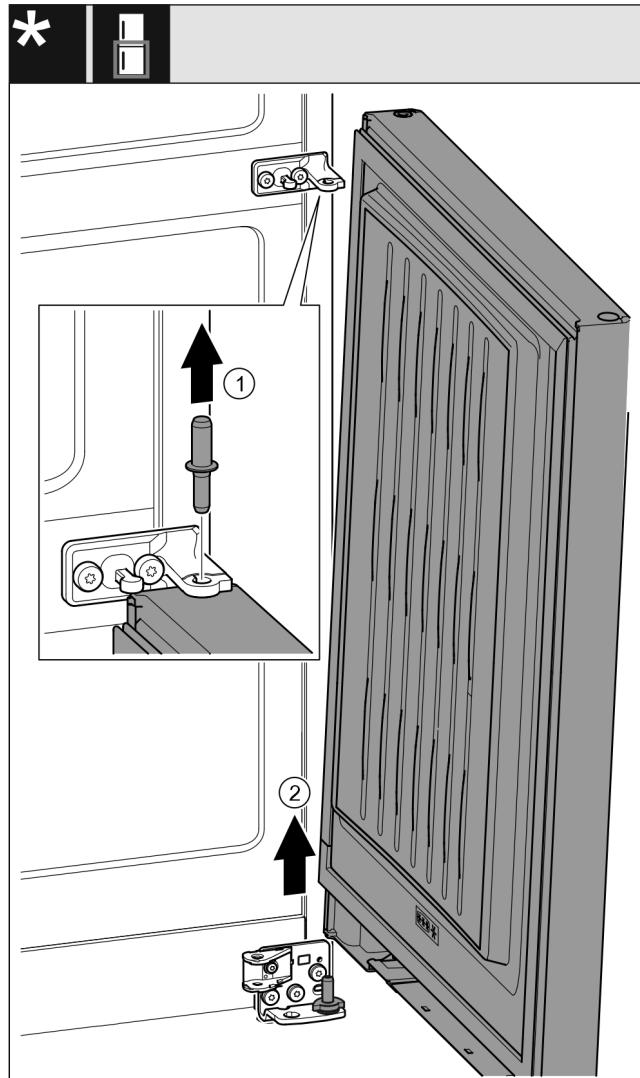

Fig. 23 *
- ▶ Издърпайте болта нагоре. Fig. 23 (1)*
- ▶ Завъртете навън вратата, издърпайте я нагоре и я сложете настрани. Fig. 23 (2)*